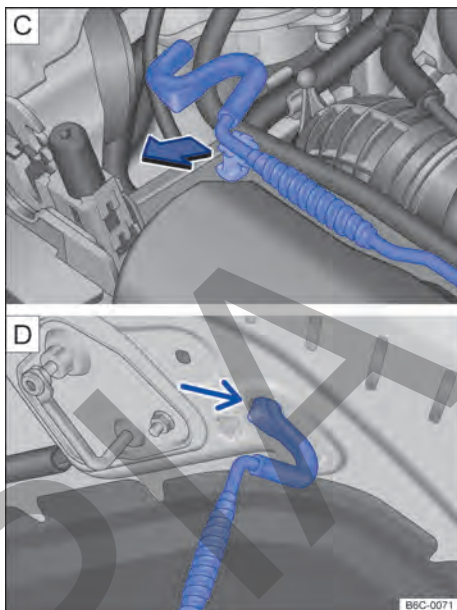

Fig. 181 C Varilla de sujeción de la tapa del compartimento del motor. D Tapa del compartimento del motor apoyada en la varilla de sujeción.
- Retirar la varilla de sujeción del soporte en el sentido de la flecha → fig. 181 C y colocarla en la abertura de la tapa del compartimento del motor → fig. 181 D. ▶
- Retirar la varilla de sujeción del orificio → fig. 181 y encajarla en el soporte del cierre → fig. 181 .